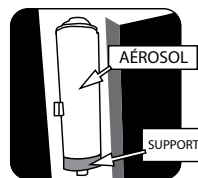
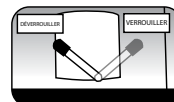

FIG. 4
FIG. 5
7. Mettez le levier en position déverrouillée (figure 5), puis placez l'aérosol Maxima XTEND (570-0073) sur son support (figure 4).
8. Assurez-vous que la buse de l'aérosol est bien positionnée, puis mettez le levier en position verrouillée (figure 5).